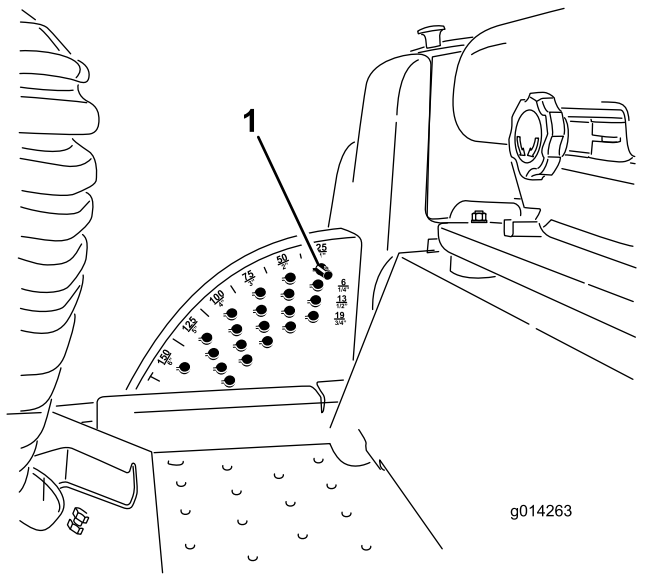

图19
1. 如图19所示在发动机运行的同时向后推刀盘提升开关直至滚刀组完全升起然后立即松开开关。
2. 旋转剪草高度销直至销上的小块与剪草高度支架孔内的槽在一条线上然后取下销图19。
3. 选择剪草高度支架对应所需剪草高度的孔插入销将其向下旋转并锁定到位图19。
注意 共有 4 排孔的位置图19。最上面的一排是高于限位销的列明剪草高度。其下第二排的剪草高度为列明剪草高度加 6mm。其下第三排的剪草高度为列明剪草高度加 12mm。最下面一排的剪草高度为列明剪草高度加 18mm。15.8cm 位置仅有 1 个孔位于第二排。此孔不需添加 6mm 即可到 15.8cm 位置。